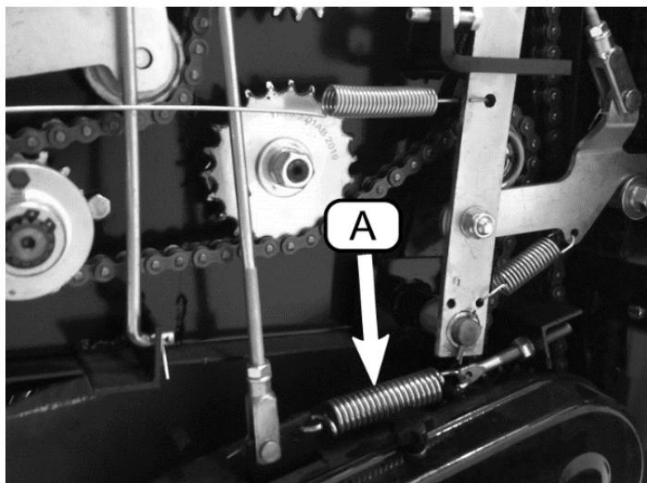

Figura 42 Partea stângă a preseii
Pickup-ul este suspendat cu două (2) arcuri (Figura 42, A), câte unul pe fiecare parte. Lungimea arcului ar trebui să fie de aproximativ 1 7/8 inchi (48 mm) când pickup-ul este eliberat în poziția de lucru. Dacă este necesar, tensiunea poate fi reglată prin reglarea poziției piulițelor (B).